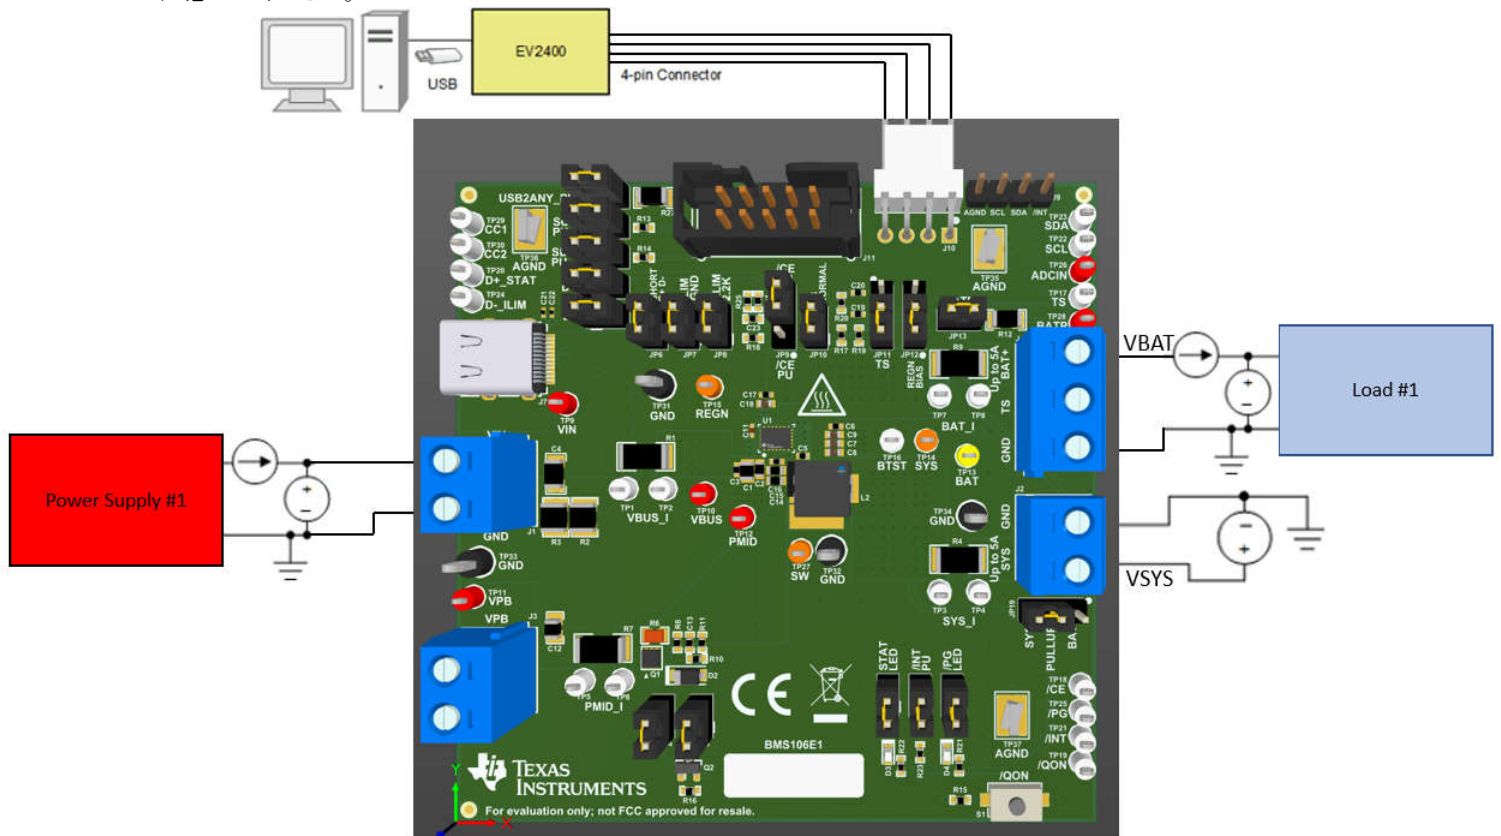

図 2-1. BQ25640 EVM のテスト設定
5. 負荷 #1 をオンにして定電圧モードに設定し、2.5V に出力します。負荷をディセーブルします。電流測定能力を持つソースメータを使用していない場合は、図 2-1 に示すように、電流メータ (マルチメータ)、接地側、負荷を J4 (BAT および PGND) に直列に接続します。
6. 図 2-1 に示すように、TP13 (BAT) と TP32 (PGND) の間、または J4-3 と J4-1 の間に電圧計を接続します。
7. 図 2-1 に示すように、TP14 (SYS) と TP32 (PGND) の間、または J2-1 と J2-2 の間に電圧計を接続します。
9. EV2400 USB インターフェイスボードを USB ケーブルでコンピュータに接続し、図 2-1 のように I2C ポートと J10 の間を 4 ピンケーブルで接続します。
10. 表 2-2 に示すように、シャントを取り付けます。図 2-1 のシャントは、表に従って取り付けられているとは限らないことに注意してください。